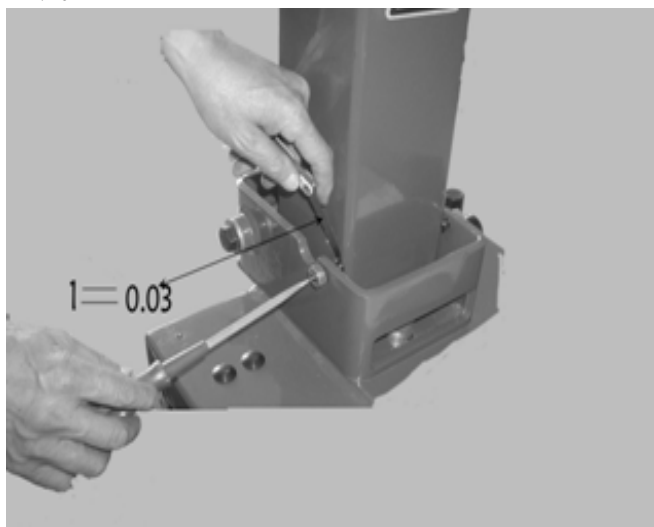

図 4-10
**4.2.13 柱両側の位置合わせスクリューを調整します:**両側のナットを緩め、ネジ頭部と柱側面の間の隙間が 0.03mm になるように調整します(図 4-10) その後、ナットをロックします。